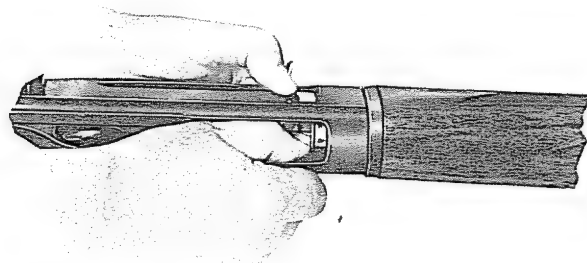
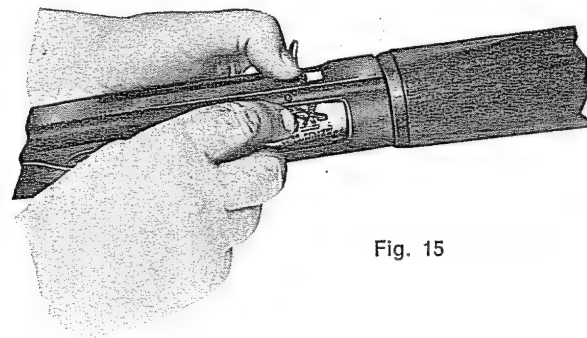

Fig. 14
Fig. 15
- d) Lasciare lo svincolo e premere col pollice destro la leva arresto cartuccia (fig. 14) sita sul lato destro (per chi opera) della culatta e lasciare sfilare dolcemente la cartuccia (fig. 15).
d — free carrier latch button, depress shell catch inside receiver, opposite the ejector port; with the right thumb, let shell gently come out of the magazine, (fig. 14 e 15).
d — *relâcher le poussoir du levier d'arrêt de l'élévateur; avec le pouce droit, presser le levier d'arrêt de cartouche situé à l'intérieur de la boîte de culasse sur la côté gauche en face de la fenêtre d'éjection; laisser sortir doucement la cartouche du tube magasin, (fig. 14 et 15)*